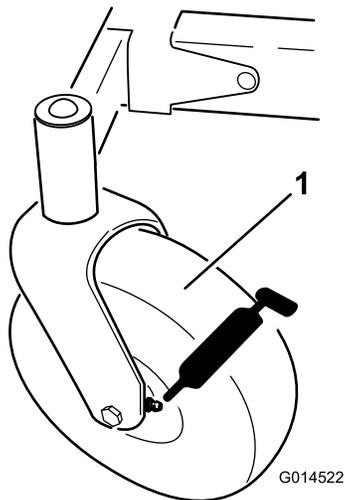
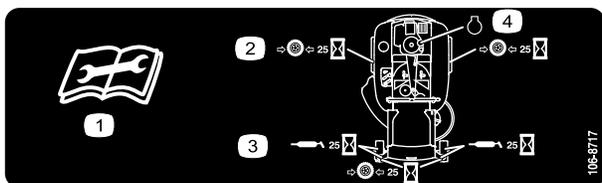

Figura 26
Figura 27
3. Limpe os encaixes de lubrificação (Figura 26 e Figura 27) com um trapo. Certifique-se de que raspa qualquer tinta da frente do(s) encaixe(s).
4. Ligue uma pistola de lubrificação ao encaixe (Figura 26 e Figura 27). Coloque lubrificante nos encaixes até que comece a escorrer massa lubrificante dos rolamentos.